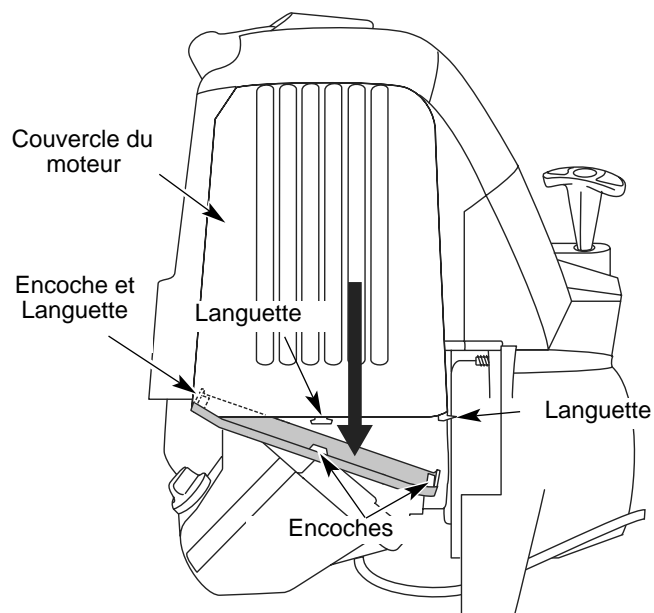

Fig. 62
1. Retirez le couvercle du silencieux en appuyant sur le coin à l'aide d'un tournevis à lame plate (Fig. 62). Glissez les encoches sur les côtés du couvercle par-dessus les languettes du couvercle du moteur et retirez le couvercle.
13. Remplacez le couvercle du silencieux. Glissez avec un dŽlic les encoches sur les c™tŽs du couvercle par-dessus les languettes du couvercle du moteur (Fig. 62).